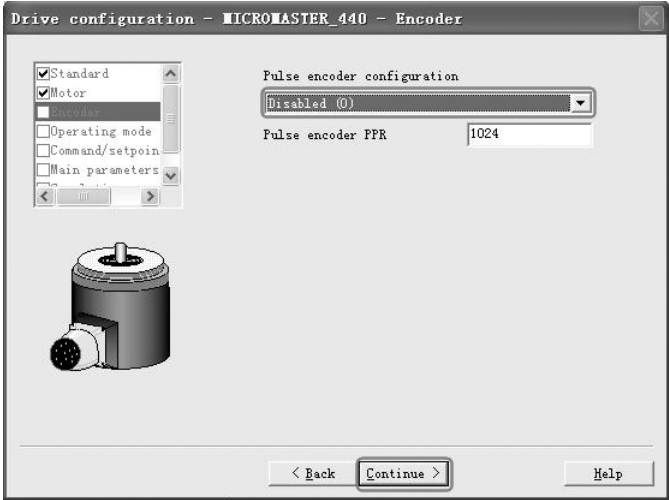

图 11-69 编码器设置
3) 编码器设置。本例没有编码器，选择“Disabled”（封锁），单击“Continue”（继续）按钮，如图 11-69 所示。